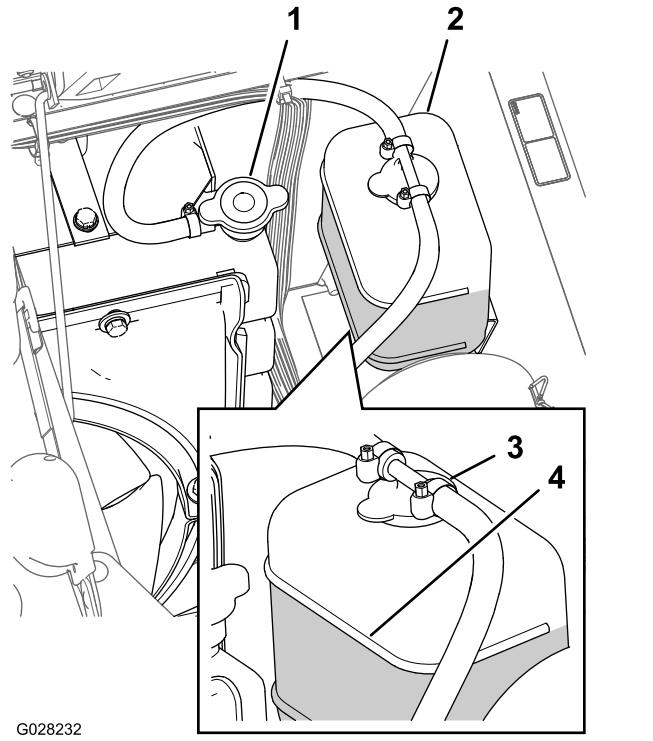

Figura 90
3. Retire cuidadosamente el tapón del radiador y el tapón del depósito de expansión (Figura 90).
Nota: El radiador debe llenarse hasta la parte superior del cuello de llenado, y el depósito de expansión debe llenarse hasta la marca Full (lleno) del depósito (Figura 90).
5. Si el nivel de refrigerante es bajo, retire el tapón del depósito de expansión y el tapón del radiador, y llene el depósito de expansión hasta la marca Lleno y el radiador hasta la parte superior del cuello de llenado. Figura 90
6. Coloque el tapón del radiador y el tapón del depósito de expansión (Figura 90).
2. Espere hasta que se haya enfriado el motor, luego retire el tapón del radiador (Figura 90).
6. Retire el tapón del radiador (Figura 90).
8. Arranque el motor con el tapón del radiador aflojado (Figura 90).
10. Una vez que el refrigerante se ha calentado, añada más refrigerante hasta que el nivel llegue a la superficie sellante del tapón, y apriete el tapón (Figura 90).
11. Abra el tapón del depósito de expansión y llene el depósito con refrigerante hasta el nivel de "Frío" (Figura 90).